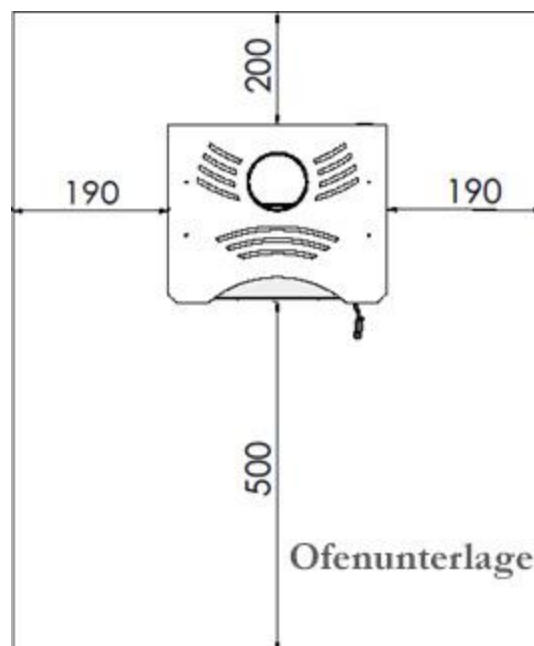

Abbildung 2.
- Es wird empfohlen, den Ofen auf einen temperaturbeständigen Ständer zu stellen. Abbildung 2 zeigt einen richtig platzierten Ofen mit den Abmessungen des Ständers.
- Abbildung 2 zeigt die Strahlungszonen des Ofens sowie die Mindestabstände zu brennbaren Gegenständen.